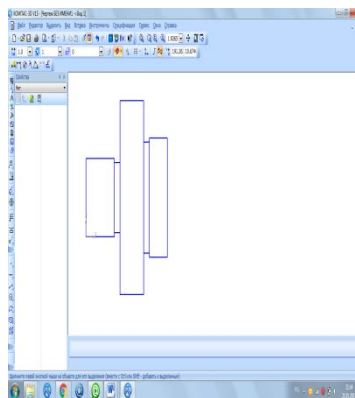

Рисунок 25-Построение прямоугольников
4. Командой *Прямоугольник* инструментальной панели *Геометрия* построим пять следующих независимых прямоугольников размерами: высотой 42 мм, шириной 30 мм; 37,56; 10425; 59,56; 6419. Смотри рисунок 25. Командой *Сдвиг* инструментальной панели *Геометрия* «соберем» построенные прямоугольники в единое изображение, присоединив каждый последующий к середине стороны предыдущего прямоугольника.